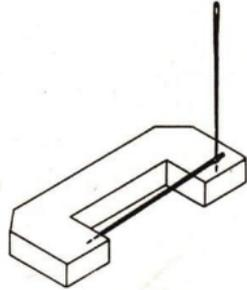

Abb. 86. Ausdehnung einer Nähnaedel durch Erwärmung. Die aufrechtstehende Nähnaedel dient als Zeiger.
3. Säge in ein dünnes Brett einen seitlichen Ausschnitt, der etwas kürzer ist als eine Nähnaedel! Stecke die Nadel mit ihrer Spitze in eine Seitenwand des Ausschnittes, so daß sie mit ihrem Ohr auf der gegenüberliegenden Seitenwand aufliegt (Abb. 86)! Führe durch das Ohr eine zweite Nadel und stecke sie lose in das Brett! Halte das Brett so, daß die erste Nadel waagrecht liegt, und erhitze diese mit einer Kerze! Was kannst du beobachten?